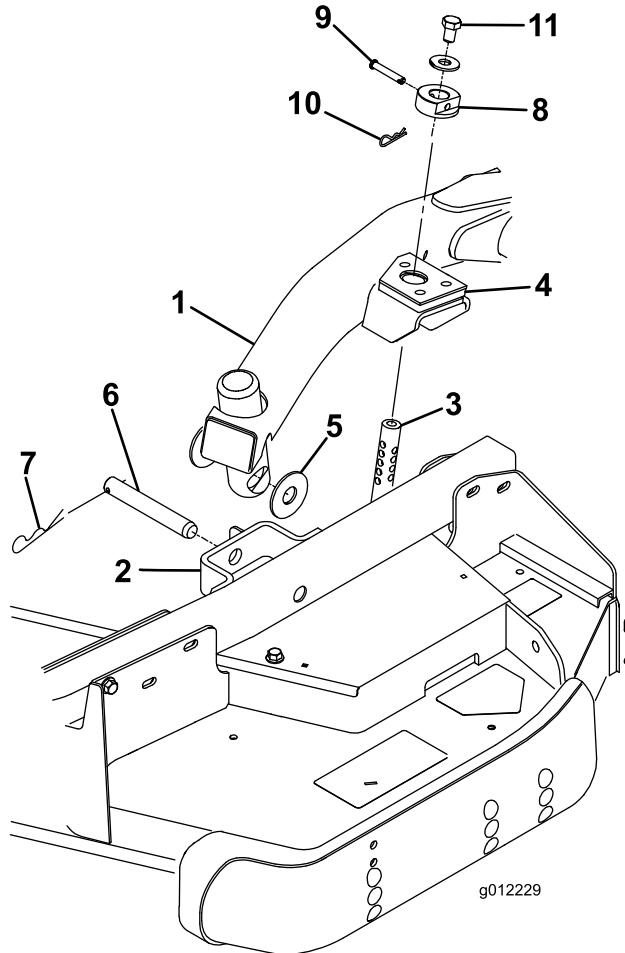

Figura 23
4. Portate la leva di sollevamento in posizione Float. Spingete verso il basso un braccio di sollevamento fino a quando i suoi fori non si trovano allineati ai fori della staffa del braccio della ruota orientabile e l'asta dell'altezza di taglio può essere inserita nei pattini del braccio di sollevamento (Figura 23).
5. Fissate il braccio di sollevamento al braccio della ruota orientabile con (2) rondelle di spinta, un perno con testa e una coppiglia. Posizionate le rondelle di spinta tra il braccio di sollevamento e la staffa del braccio della ruota orientabile (Figura 23). Inserite l'estremità della coppiglia nell'apposito intaglio di ritegno presente sulla linguetta del braccio della ruota orientabile.
9. Montate i collari dell'altezza di taglio sulle aste dell'altezza di taglio e fissateli con dei perni con testa e delle coppiglie (Figura 23). La testa del perno deve essere rivolta verso la parte anteriore del piatto di taglio.
10. Montate un bullone da  $1/2 \times 3/4$  pollici e una rondella sulla sommità di ogni asta dell'altezza di taglio (Figura 23).